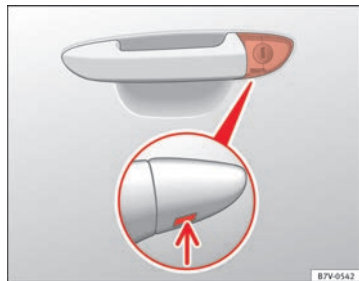

Fig. 55 Manípulo da porta do condutor: Canhão da fechadura oculto.
- Introduzir o palhetão na abertura da tampa do manípulo da porta do condutor desde baixo ⇒ Fig. 55 (seta) e levante a tampa de baixo para cima.